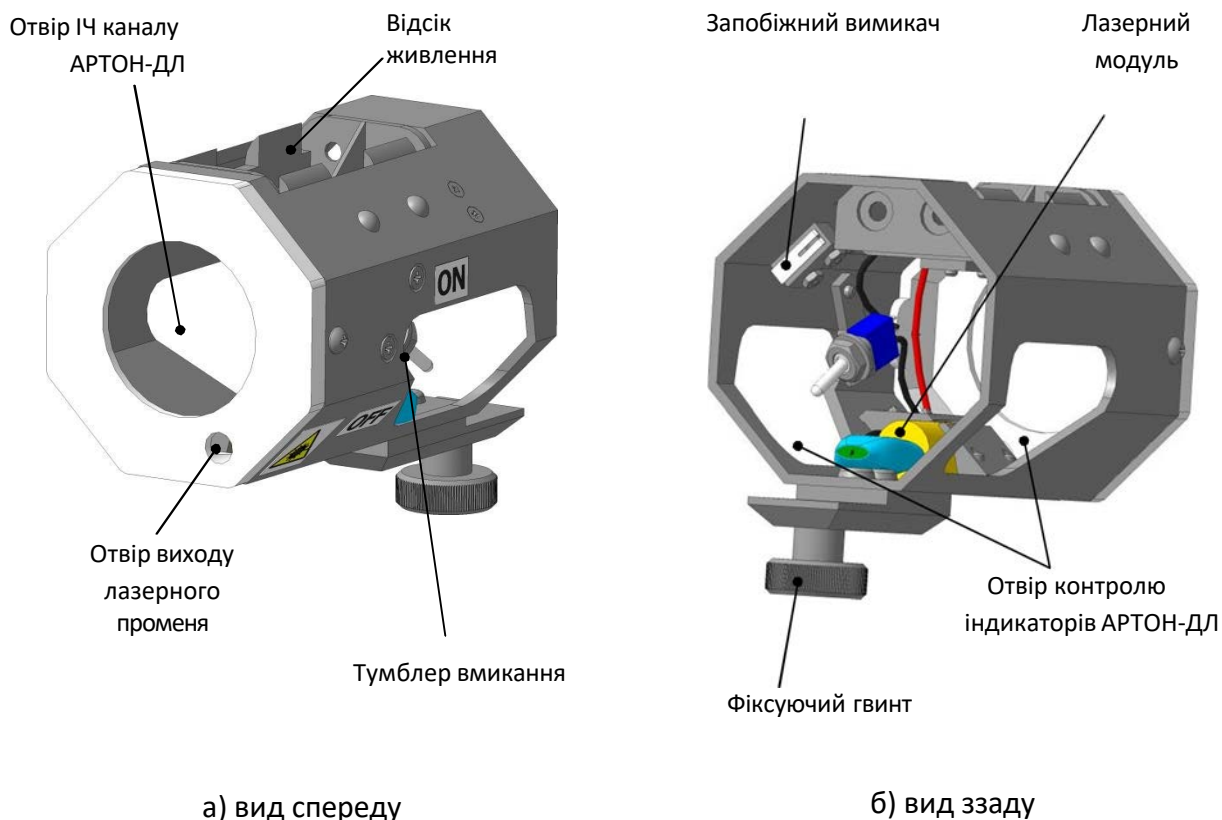

Рис.1. Зовнішній вигляд Вказівника лазерного «Промінь -1»
4.1 Вказівник лазерний (Див. рис.1) представляє собою конструкцію, яка складається з:
4.4 З метою запобігання мимовільному включенню, конструкцією передбачено запобіжний вимикач живлення (див. рис.1), який забезпечує вмикання Вказівника лазерного тільки після встановлення на БІ або БП АРТОН-ДЛ.